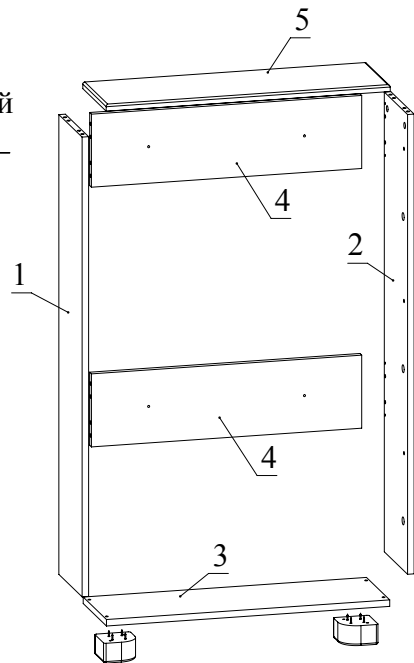

Рис.5
4. Установить деталь 4 (2 шт.) между деталями 1, 2 и зафиксировать, повернув конфирматным ключом головки минификсов по часовой стрелке до упора (Рис. 5). Соединить при помощи конфирматов деталь 3 с деталями 1, 2 (Рис. 5). Закрепить при помощи шурупов 4x25 опоры на деталь 3 (Рис. 5).
5. Установить деталь 5 на детали 1, 2 и зафиксировать, повернув конфирматным ключом головки минификсов по часовой стрелке до упора (Рис. 5).